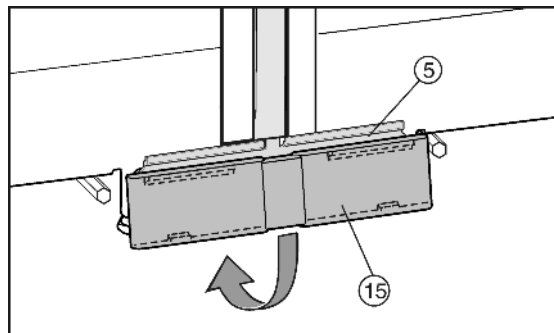

Fig. 11
- ▶ Насадіть нижню кришку Fig. 11 (15) зверху на з'єднувальний лист Fig. 11 (5) і зафіксуйте знизу.